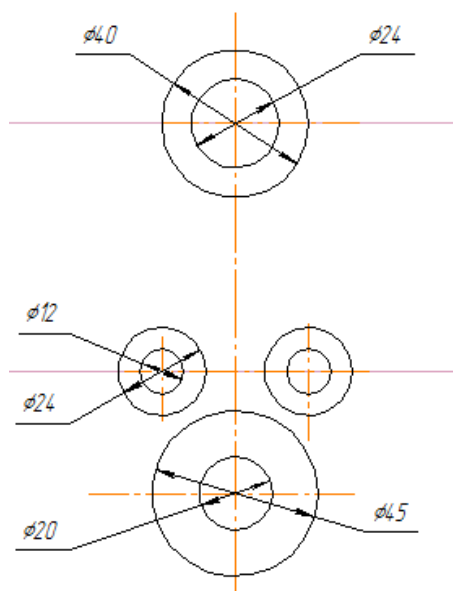

Рисунок 3.3 – Побудова кіл на кресленнику
6. Будуємо кола (в даному варіанті діаметрів 24 мм, 40 мм, 12 мм, 24 мм, 20 мм і 45 мм) відповідно до завдання. Використовуючи кнопку на панелі **«Геометрия»** (рис. 3.3).